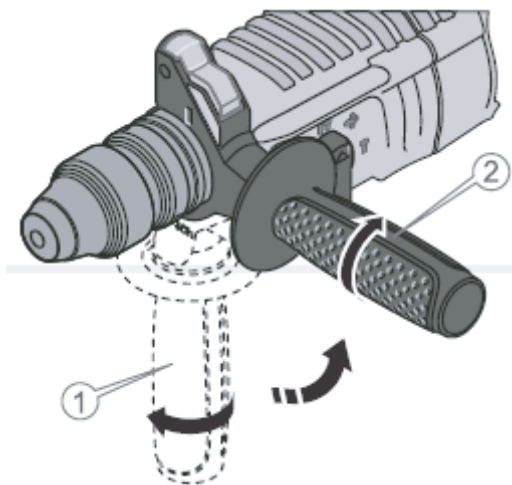

Рисунок 3. Схема встановлення та налаштування допоміжного руків'я.
3) Встановити на перфораторі допоміжне руків'я (11, рис. 1) в таке положення, яке буде забезпечувати зручність під час роботи та надійно закріпити згідно з рис. 3